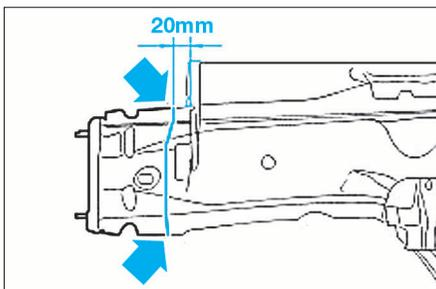

FIG. 2
- Découper de façon rectiligne la partie extérieure du longeron (Fig.2).